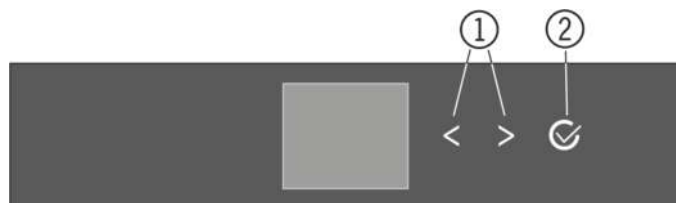
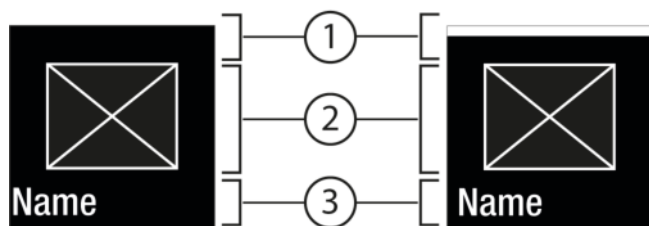
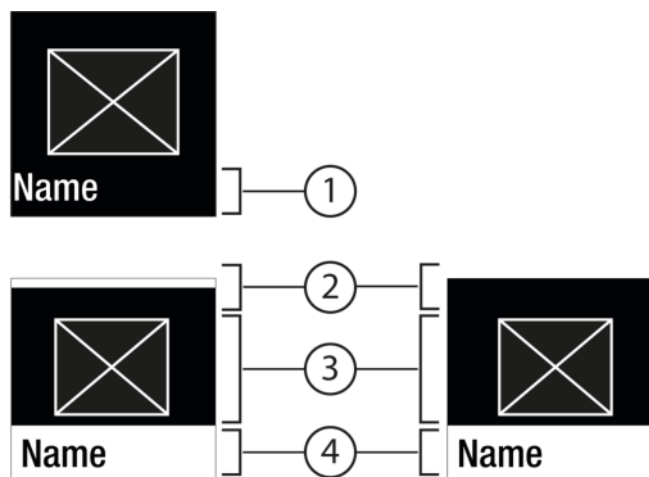

Fig. 5
Fig. 6
Fig. 7
- (1) Navigationspfeil links / rechts (2) Bestätigen
Navigationspfeil links / rechts Fig. 5 (1):
Bestätigen Fig. 5 (2):
- Mit Navigationspfeil links / rechts Fig. 5 (1) navigieren.
- Mit Bestätigen Fig. 5 (2) das Untermenü Fig. 7 (4) aufrufen.
- Neuen Wert einstellen: Mit Bestätigen Fig. 5 (2) einen deaktivierten Wert Fig. 6 (1) auswählen.
- Zurück ins Menü: Mit Bestätigen Fig. 5 (2) den bereits aktivierten Wert Fig. 6 (2) auswählen.
- Navigationspfeile Fig. 5 (1) so oft drücken, bis Funktion angezeigt wird.
- Bestätigen Fig. 5 (2) drücken.
- Navigationspfeile Fig. 5 (1) so oft drücken, bis die Funktion angezeigt wird.
- ▶ Mit Navigationspfeilen *Fig. 5 (1)* Einstellungswert wählen.
- ▶ Bestätigen *Fig. 5 (2)* drücken.
- ▷ Status: aktiviert *Fig. 6 (1)* erscheint kurz im Untermenü *Fig. 7 (4)*.
- ▶ Navigationspfeile *Fig. 5 (1)* so oft drücken, bis Einstellungen  angezeigt wird.
- ▶ Navigationspfeile *Fig. 5 (1)* so oft drücken, bis die gewünschte Einstellung angezeigt wird.
- ▶ Bestätigen *Fig. 5 (2)* 3 Sekunden lang drücken.